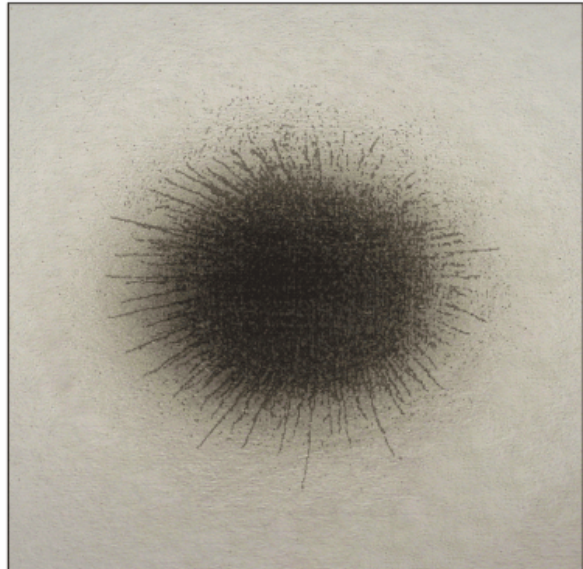

Figura 2.
9. Si la mancha en el papel es negra y perceptiblemente húmeda, el paso de aceite supera los límites establecidos, **Ver Figura 2.** En este caso es necesario llevar a cabo una inspección, limpieza o reparación del compresor y tal vez de algunos componentes involucrados.